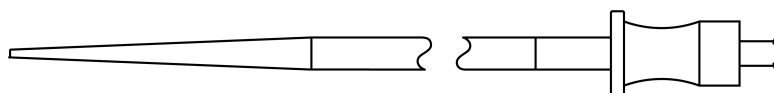

Figura 3: Dilatador
O sistema de colocação pulmonar Edwards SAPIEN 3 (Figura 2) facilita a colocação da bioprótese. Consiste numa bainha em linha, cateter-balão para a ativação da válvula cardíaca transcaterter Edwards SAPIEN 3, uma haste exterior e uma cápsula da válvula para cobrir a válvula cardíaca transcaterter durante a inserção e monitorização até à localização pretendida para a colocação. O sistema de colocação inclui uma ponta cónica para facilitar a passagem pelas estruturas cardíacas direitas. A cápsula da válvula e a ponta cónica têm um revestimento hidrofílico. É fornecido um marcador da haste de balão visual para ajudar a recapturar o balão. Está incluído um estilete no lúmen do fio-guia do sistema de colocação. O dilatador com revestimento hidrofílico 28 Fr (incluído com o sistema de colocação) é utilizado para pré-dilatar o vaso antes da inserção do sistema de colocação, se necessário (Figura 3).
• **Dilatador (Figura 3)**